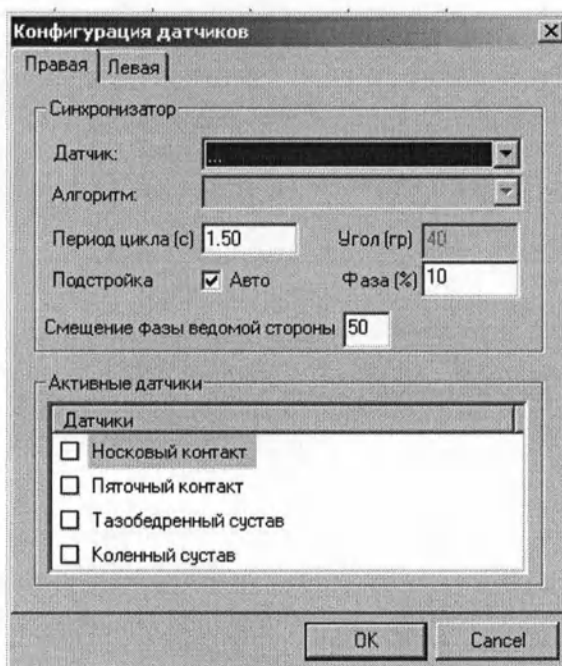

Рис. 7
8.8.1 Выбрать меню <Методика><Конфигурация датчиков>. Появится Диалог “Конфигурация датчиков” (рис. 7)